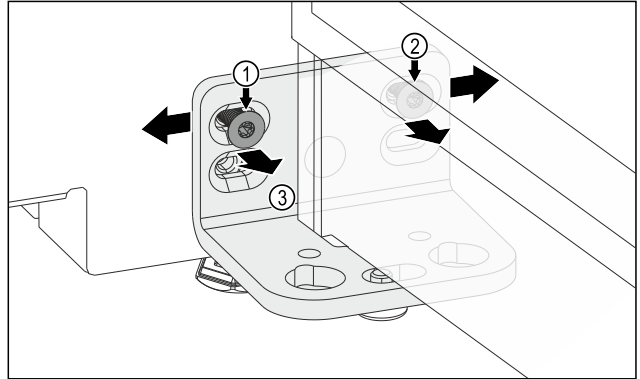

Fig. 13
- ▶ Ослабте гвинт Fig. 13 (1) і гвинт Fig. 13 (2). Для гвинта Fig. 13 (2) знадобиться коротка викрутка.
- ▶ Перемістіть дверцята з кутиком петлі Fig. 13 (3) вліво.
- ▶ Перемістіть дверцята з кутиком петлі Fig. 13 (3) вправо.
- ▶ Досягнуто кінцевого положення дверцят: Закрутіть гвинт Fig. 13 (1) і гвинт Fig. 13 (2).